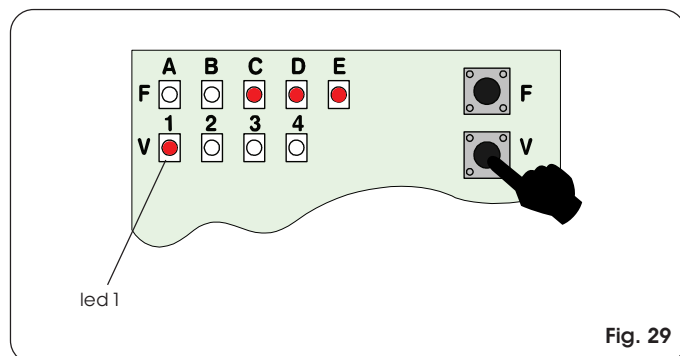
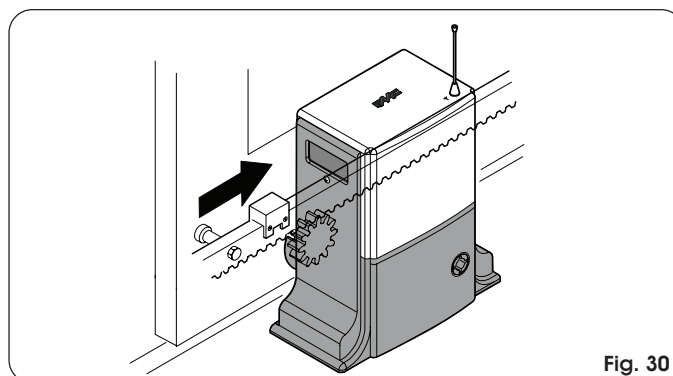
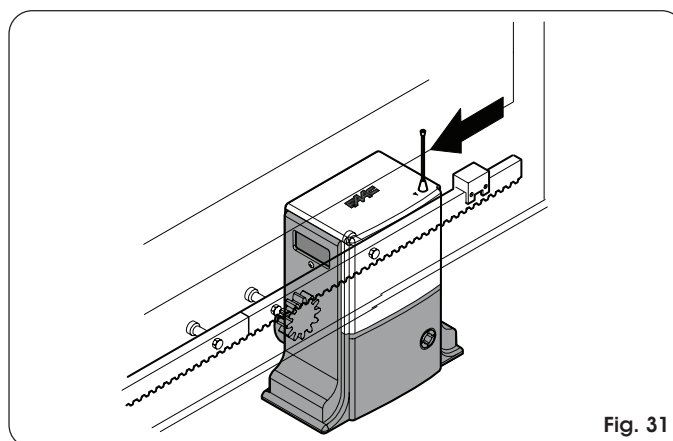

Fig. 29
Fig. 30
Fig. 31
- Entrer dans la fonction état des entrées en appuyant sur le poussoir P2 (Fig. 29 et par. 8.4).
- Faire glisser l'aimant sur la crémaillère (Fig. 30) jusqu'à l'extinction de la led 1 sur la platine électronique (Fig. 29).
- Faire glisser l'aimant sur la crémaillère (Fig. 31) jusqu'à l'extinction de la led 1 sur la platine électronique (Fig. 29).